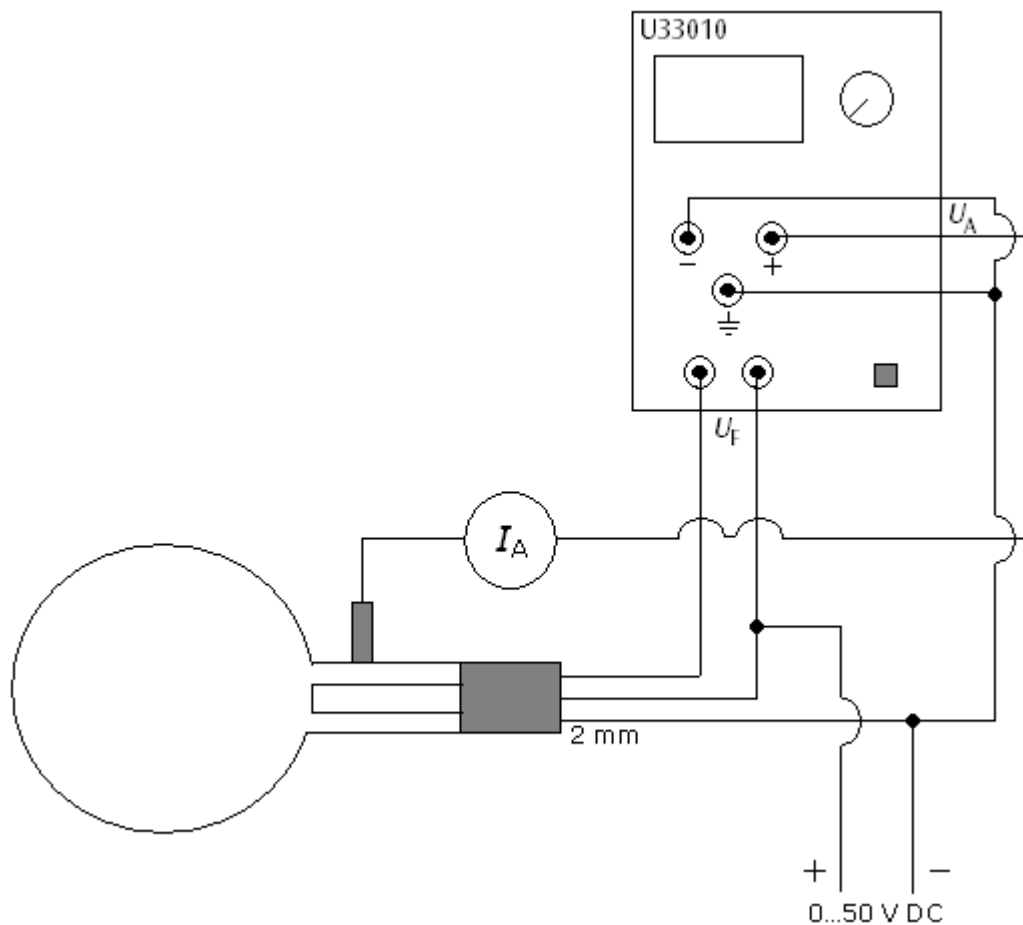

Fig. 2 Cablaggio del tubo di diffrazione elettronica, tensione di focalizzazione 0 - 50 V c.c. (opzionale)
- Realizzare una struttura di prova come da fig. 2. Collegare il polo negativo della tensione anodica mediante il jack da 2 mm.